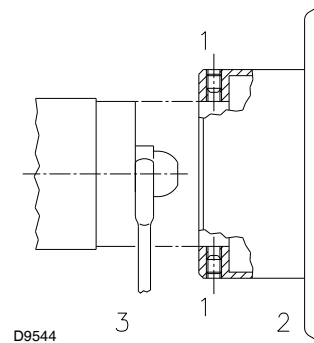

Fig. 14
- coloque la llave en el orificio central en el disco de estabilidad de la llama o afloje los tornillos 1)(Fig. 14);
- retire el disco 2)(Fig. 14) y reemplace las boquillas utilizando una llave de tuercas 3)(Fig. 14).